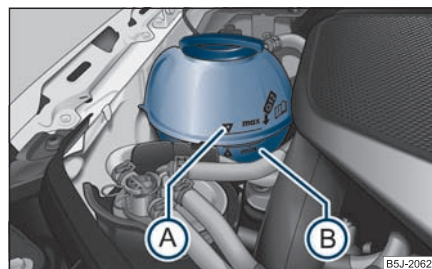

Fig. 179 Compartiment moteur: Vase d'expansion du liquide de refroidissement
- Contrôlez le niveau dans le vase d'expansion de liquide de refroidissement ⇒ fig. 179. Le niveau de liquide de refroidissement doit arriver entre « MIN » B et « MAX » A si le moteur est froid. Il peut légèrement dépasser la marque « MAX » si le moteur est chaud. ►
- Mettez un chiffon sur le bouchon du vase d'expansion du liquide de refroidissement ⇒ page 193, fig. 179 et desserrez **prudemment** le bouchon en le faisant tourner à gauche ⇒ .